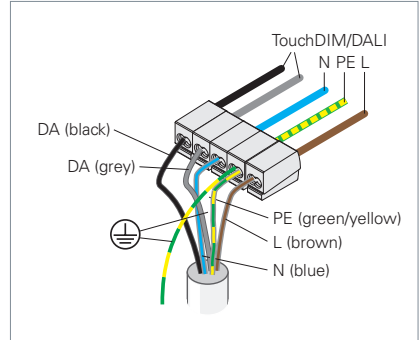

Fig. 16: Raccorder le luminaire.
- ▶ Sur le côté de raccordement du luminaire, raccordez le câble de mise à terre à la borne du conducteur de protection, voir Fig. 16.